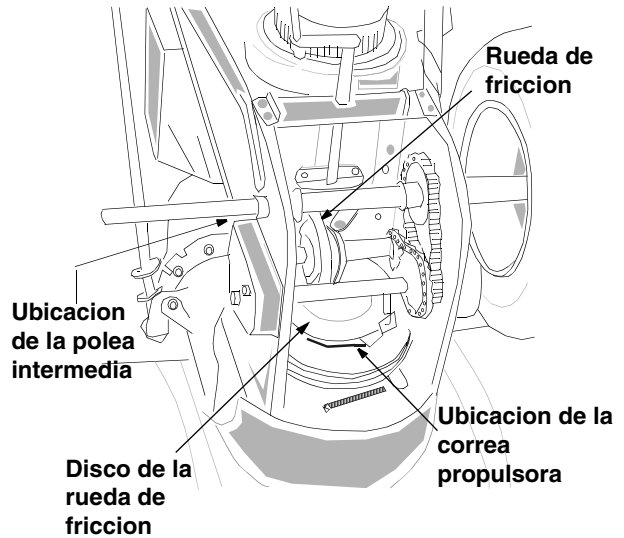

Figura 31
- Trabajando desde la parte inferior del bastidor, deslice la correa entre la rueda de fricción y el disco de la rueda de fricción. Vea la figura 31. Usted puede tener que retorcer plana la correa para deslizarla por la separación entre la rueda de fricción y el disco de la rueda de fricción. Extraiga completamente la correa.